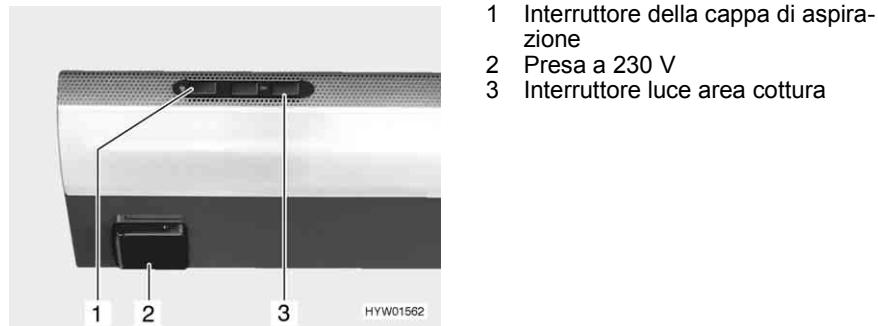

Fig. 148 Cappa di aspirazione
- Premere l'interruttore (Fig. 148,1).